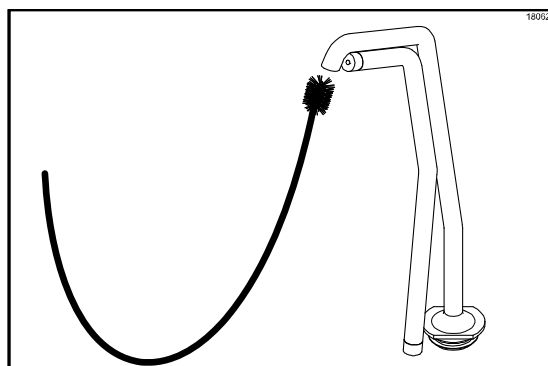

Рисунок 81
2. Вставьте черную экранированную щетку в наконечник сливной трубки. Двигайте щетку вперед-назад, чтобы очистить наконечник сливной трубки. (См. рис. 81)